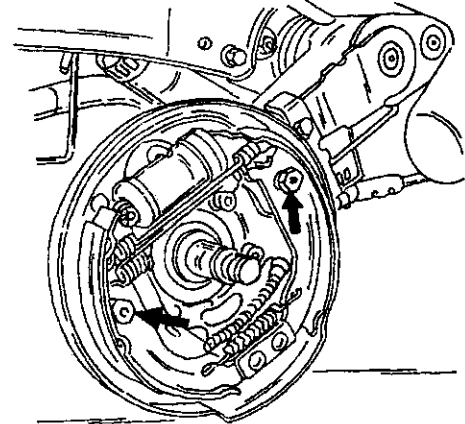

Рис. 282. Закрепить оба опорных штифта описанным образом.
- Установить опорные штифты таким же образом, как и на тормозах Bendix. См. также Рис. 282.